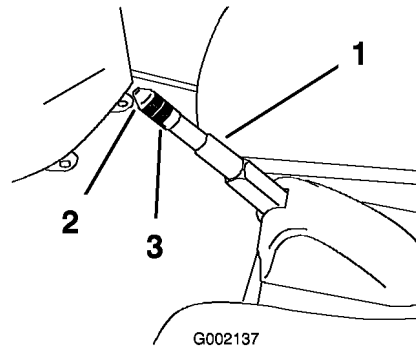

Bild 51
2. Lockern Sie die Stellschraube, mit der das Handrad am Feststellbremshebel befestigt ist (Bild 51).